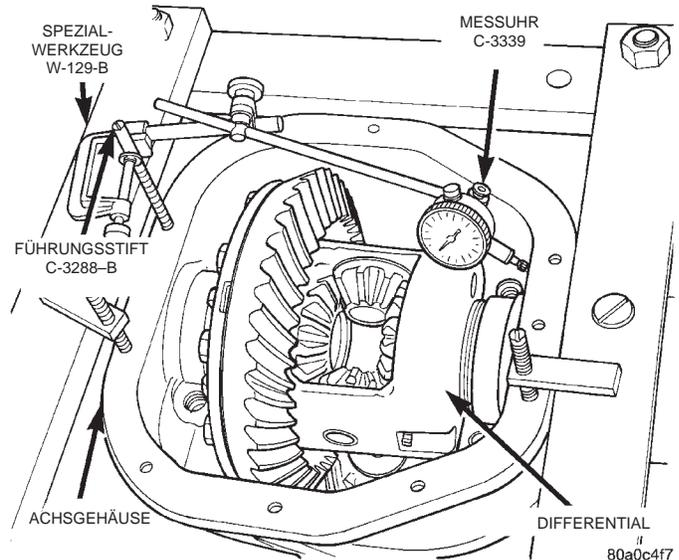

Abb. 19 Differentialgehäuse spreizen
(3) Lagerdeckel der Differentiallager ausbauen.
(4) Spreizwerkzeug W-129-B mit den Führungsstiften in den Paßbohrungen des Differentialgehäuses montieren (Abb. 19).
(5) Haltebügel anbauen und die Spannschrauben handfest anziehen.
(6) Eine Stange C-3288-B auf der linken Seite des Differentialgehäuses anbauen und die Meßuhr an der Stange befestigen. Die Meßuhr so positionieren, daß der Meßtaster an der gegenüberliegenden Seite des Gehäuses anliegt (Abb. 19). Meßuhr auf Null stellen.
(7) Das Gehäuse so weit spreizen, daß sich der Ausgleichkorb ausbauen läßt. Die Spreizung mit der Meßuhr kontrollieren (Abb. 19).
(1) Spreizwerkzeug W-129-B mit den Führungsstiften in den Paßbohrungen des Differentialgehäuses ansetzen (Abb. 19). Die Haltebügel anbauen und die Spannschrauben handfest anziehen.
(2) Eine Stange C-3288-B an der linken Seite des Differentialgehäuses anbauen und die Meßuhr an der
Stange befestigen. Die Meßuhr so positionieren, daß der Meßtaster an der gegenüberliegenden Seite des Gehäuses anliegt (Abb. 19). Meßuhr auf Null stellen.
(3) Das Gehäuse so weit spreizen, daß sich der Ausgleichkorb einbauen läßt. Die Spreizung mit der Meßuhr kontrollieren (Abb. 19).